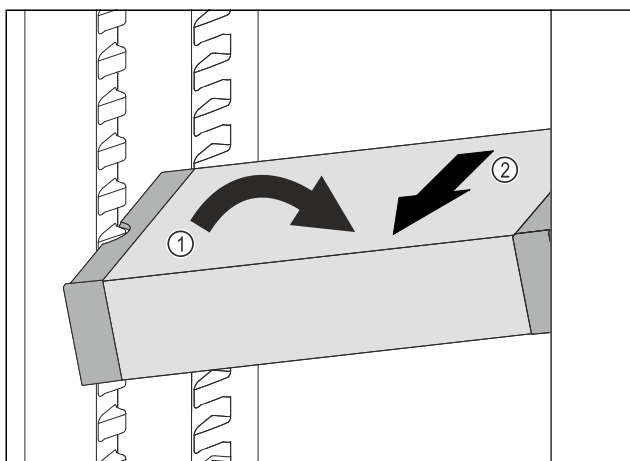

Fig. 103
- Ställ VarioSafe snett i kyldelen. Fig. 103 (1)
- Dra VarioSafe framåt för att ta ut den. Fig. 103 (2)